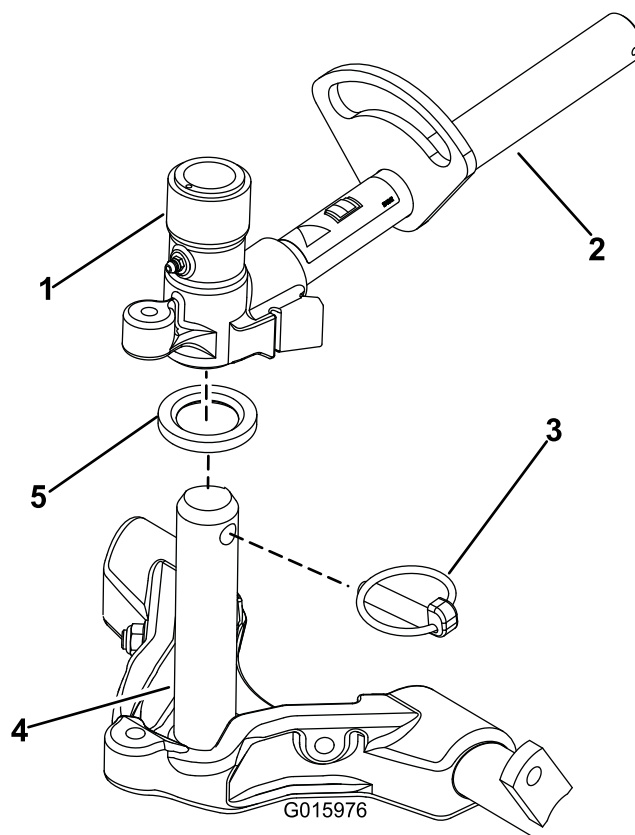

Figure 11
8. Enduisez l'arbre du bâti porteur de graisse propre (Figure 11).
9. Pour les tabliers de coupe avant, poussez un tablier de coupe sous le bras de relevage tout en insérant l'arbre du bâti porteur dans la chape de pivot du bras de relevage (Figure 11). Positionnez correctement la rondelle de butée sur l'arbre du bâti porteur.
10. Fixez l'arbre du bâti porteur à la chape du bras de relevage avec la goupille Klik (Figure 11).
- B. Insérez la chape du bras de relevage sur l'arbre du bâti porteur (Figure 11).